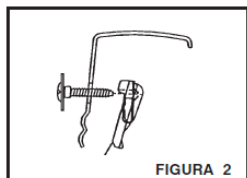
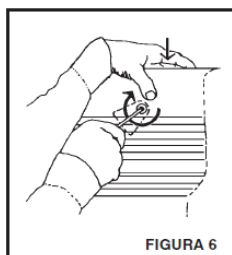
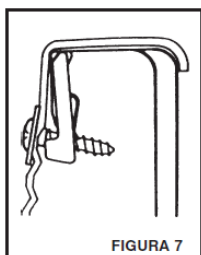

FIGURA 2
FIGURA 6
FIGURA 7
PASO 3 (FIGURA 2)
Ate la cubierta de la compuerta a la propia compuerta hasta en 8 sitios usando el tornillo que se muestra en la Figura 2 y siguiendo las instrucciones de los pasos 3 y 4 (ver Figura 7).
Parándose en la parte trasera de la camioneta, levante el piso del forro en el centro. (FIGURA 2) Este procedimiento le permite a la pared lateral del forro rotar hacia el lado opuesto de la baranda de la caja. Pida a una segunda persona que deslice o encaje la pared lateral del forro en su posición aplicando fuerza hacia abajo. Asegúrese de que las lengüetas de enganche situadas en los laterales están bien aseguradas (fijas), tanto por detrás como por debajo, a la hoja metálica de la baranda de la camioneta pick-up.
3. Coloque el tornillo y el sujetador como se vee en la figura 2.
4. Inserte la punta del tornillo en el clip metálico y gire una o dos vueltas para que se engarse en el clip, **IMPORTANTE:** El clip metálico debe estar flojo y en posición colgando hacia abajo (Vea Figura 2).
1. Empiece de cualquier esquina frontal y empuje el Bedliner hacia bajo y con el desarmador apriete el tornillo en el sentido de las manecillas del reloj (Vea Figura 6) Deberá sentir que el sujetador dejará de pivotear y se detenga, continúe apretando que sé apriete (Vea Figura 7).